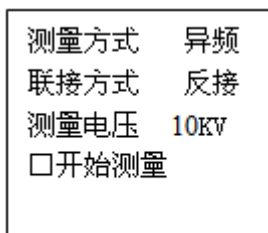

图 7 开始测量
4. 按“确认”键，光标进入“测量电压0.5KV”，按“**↑**”、“**↓**”键，则可从 0.5, 1.0, 1.5, 2.0, 2.5……9.5~10KV 间调整电压。按“退出”键，光标移至首位，再按“**↓**”键，将光标移至下一排“开始测量”前，见图 7 所示。